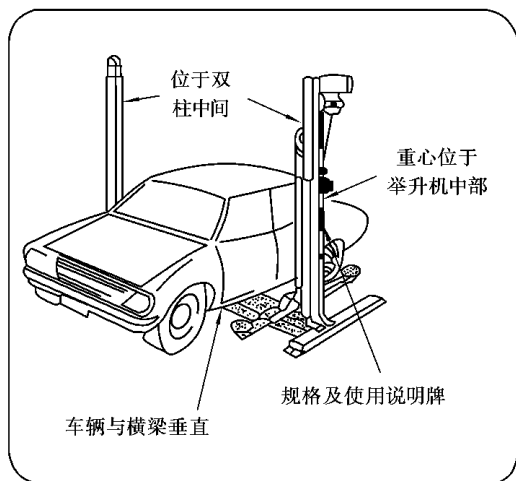

图 3.2.1 在举升机上放置汽车
1. 慢慢地驾驶(需有驾驶证),将车辆停在举升机正中,如图 3.2.1 所示。